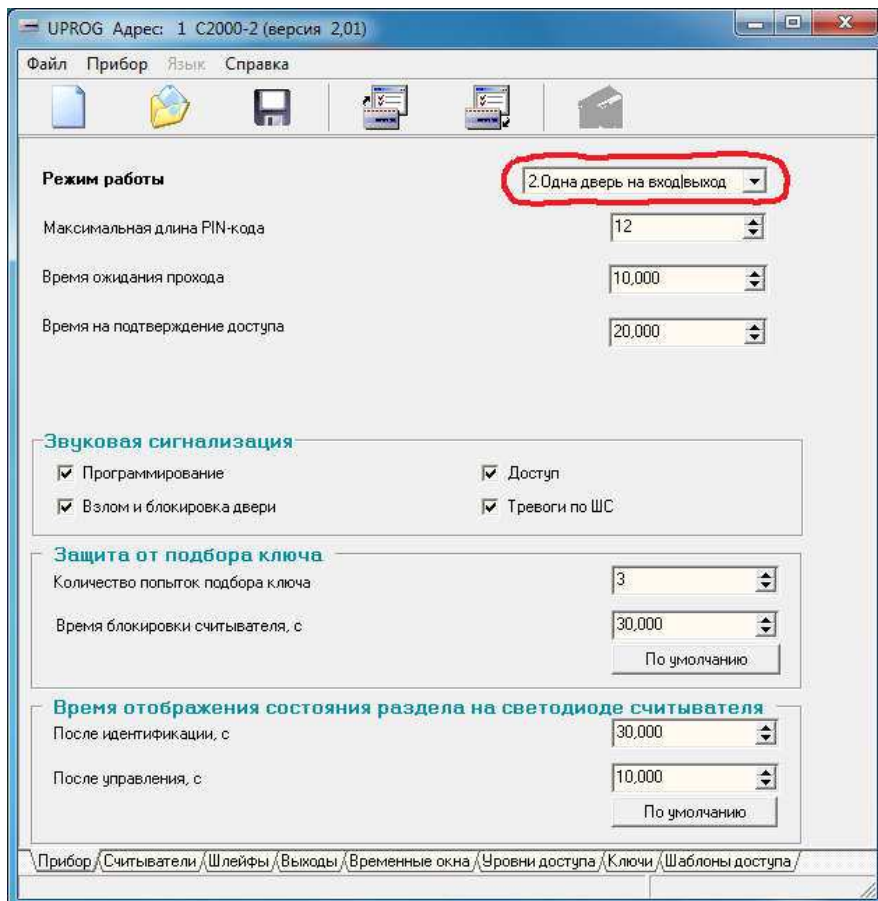
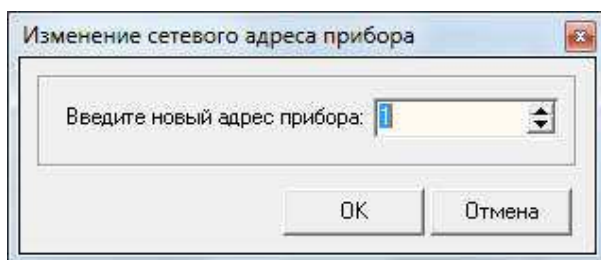
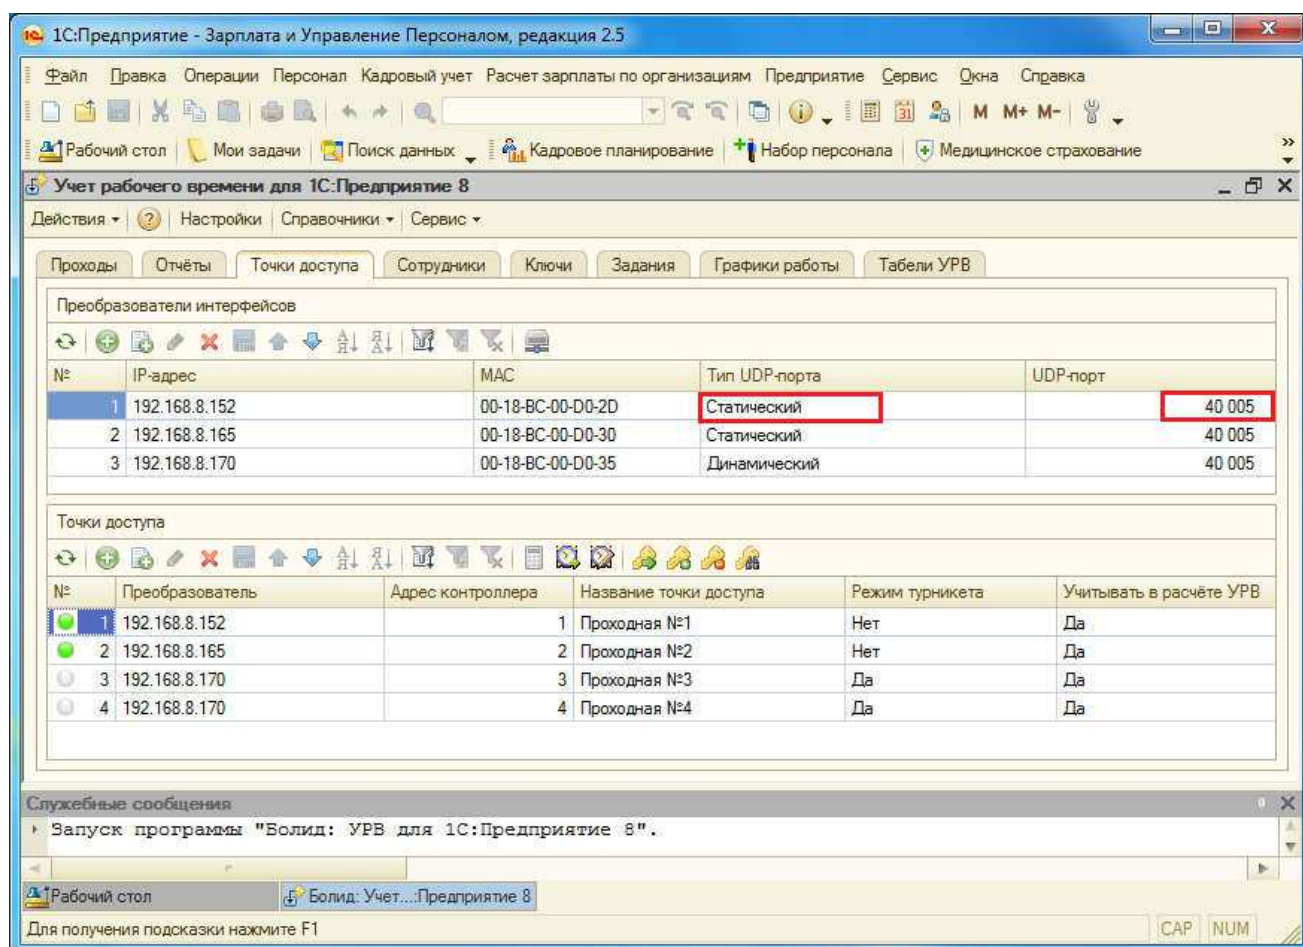

Рис. 12. Конфигурирование контроллера доступа C2000-2, закладка «Прибор».
Рис. 14. Изменение сетевого адреса контроллера доступа C2000-2.
Рис.16. Страница «Точки доступа».
9) Сконфигурировать контроллер доступа C2000-2. На закладке «Прибор» (см. рисунок 12) установить режим работы «Одна дверь на вход|выход» либо «Турникет». Эта настройка должна соответствовать параметру точки доступа программы УРВ для 1С (см. рисунок 16), где в колонке «Режим турникета» устанавливается значение «Нет» или «Да».
Изменение сетевого адреса контроллера доступа C2000-2 выполняется из главного меню программы UProg путём выбора пункта меню «Прибор→Изменение сетевого адреса». В открывшемся окне (см. рисунок 14) задаётся сетевой адрес прибора в диапазоне 1..127. Этот же адрес задаётся в параметрах точки доступа программы УРВ для 1С (см. рисунок 16), в колонке «Адрес контроллера»;
- На закладке «Точки доступа» добавить сначала преобразователи интерфейсов, затем, точки доступа (предварительно сконфигурированные и подключенные контроллеры доступа). Тип UDP-порта установить значением «Статический», UDP-порт – значением 40005. Сохранить настройки и перезапустить службу «Орион2-Интерфейс» и программу «УРВ для 1С». Если все выполнено правильно, то напротив каждой точки доступа будет видна индикация в виде зеленого кружка (см. рисунок 16).